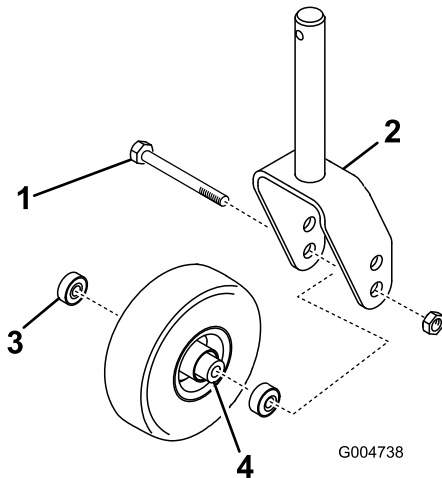
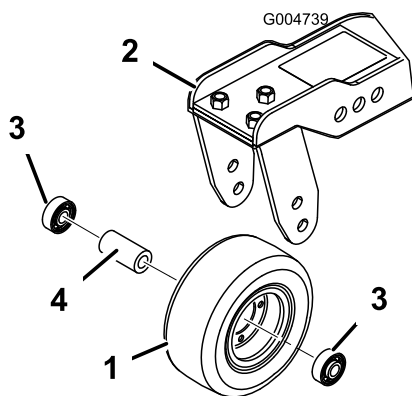

Bild 111
Bild 112
1. Entfernen Sie die Sicherungsmutter von der Schraube, mit der das Laufrad zwischen der Laufradgabel (Bild 111) oder dem Laufradgelenkarm (Bild 112) befestigt ist.
2. Entfernen Sie das Lager aus der Radnabe und lassen das Lagerdistanzstück herausfallen (Bild 111 und Bild 112).